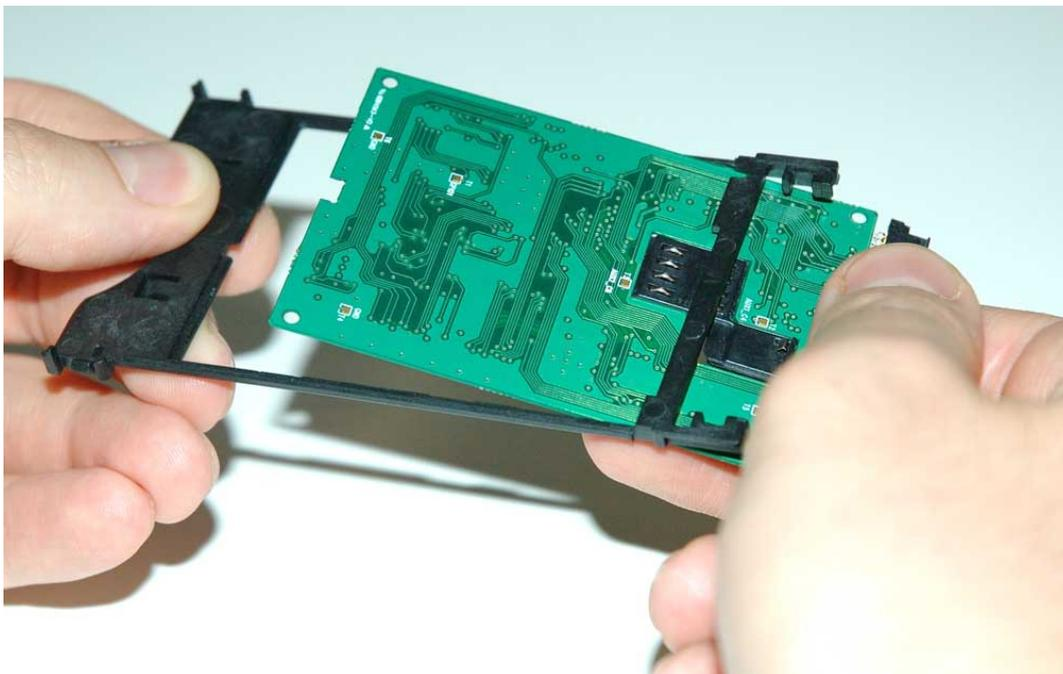

Fig. 33
- Stecken Sie die Cam Karte abwärts in den Plastikrahmen des Gehäuses und schieben Sie die Cam Karte die Gleitleiste entlang, wie auf den Bildern ersichtlich sind (Fig. 33 und 34):